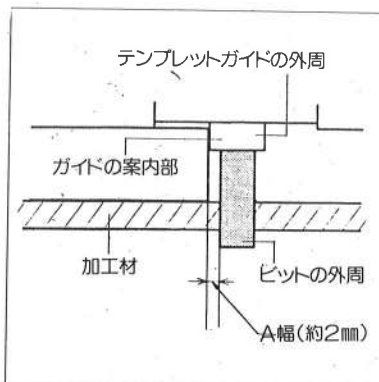

図19
- ストレートビット(6mm)とテンプレートガイドの外周(10mm)が異なります。(図19参照)
- 案内ガイド板は加工寸法よりA幅(約2mm)だけ小さく作ってください。(図19参照)